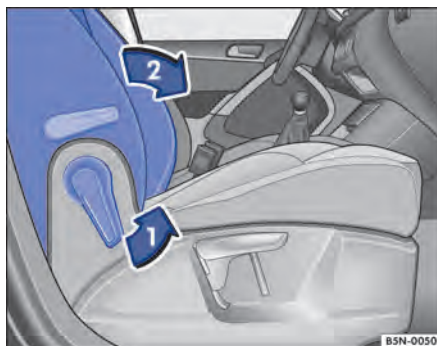

Fig. 81 Banco do passageiro dianteiro: rebater o encosto para frente.
- Destruvar o encosto do banco do passageiro dianteiro no sentido da seta → Fig. 81 ①.
- Rebater o encosto do banco do passageiro dianteiro para frente no sentido da seta ② na posição horizontal.